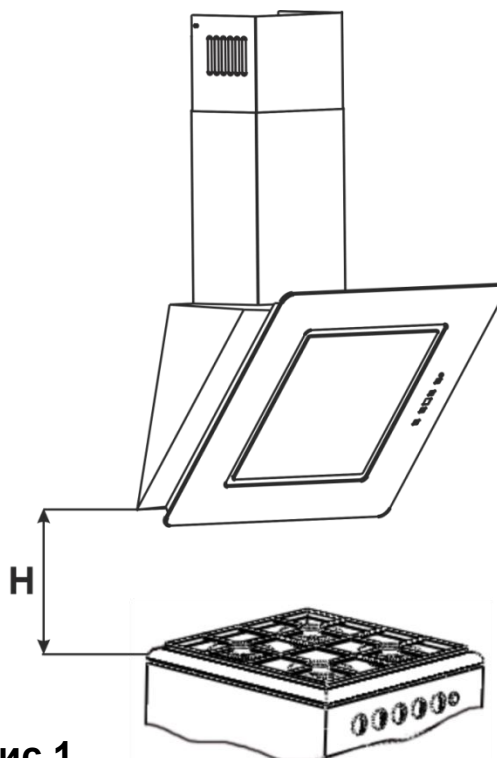

Рис.1
1.11 Увага! Витяжка монтується на стіні над електроплитами на віддалі 650-750мм, а над газовими плитами на відстані 750-850мм від робочої поверхні плити (рис.1).
6.3 Для перевірки придатності витяжки покладіть зібраний блок, не під'єднуючи до нього коминка таким чином, щоб тильна сторона лежала на столі, а перемикач режимів роботи був би обернений до перевіряючого. Підключіть витяжку до електромережі і, якщо вона на всіх режимах працює задовільно, приступайте до її монтажу на стіні. **Нагадуємо, що висота установки витяжки над електроплитами повинна бути не менше 650мм, а над газовими – не менше 750мм (рис.1).**